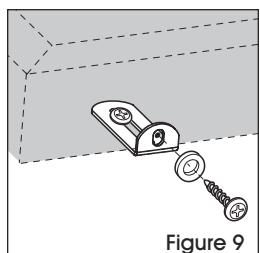

Figure 9
- Suspendre le tableau et insérer une vis de 1/4 po et une rondelle dans les trous prépercés dans le cadre, au travers des supports en équerre. Visser fermement. (Voir Figure 9)